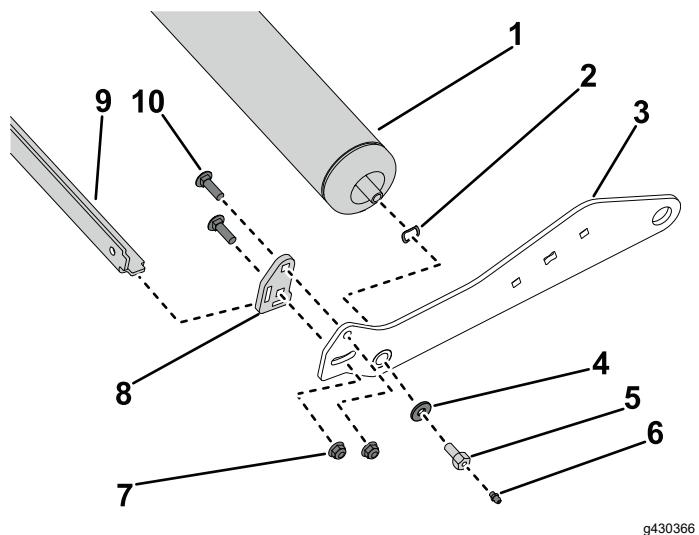

Figura 3
1. Inserite la rondella elastica su ciascuna estremità dell'albero del rullo (**Figura 3**).
2. Inserite un braccio rullo su ciascuna estremità dell'albero del rullo (**Figura 3**).
3. Fissate il braccio rullo ai 2 alberi dei rulli con la rondella rinforzata (solo lato destro) e le 2 viti dell'albero del rullo. Se non è stato già fatto, avvitate i 2 raccordi d'ingrassaggio sulle 2 viti dell'albero del rullo (**Figura 3**).
4. Inserite le linguette di montaggio del raschiarullo nelle fessure su ciascuno dei bracci raschiarullo (**Figura 3**).
5. Installate i bracci raschiarullo sui bracci rullo (**Figura 3**).
6. Fissate il braccio raschiarullo al braccio rullo di sinistra con 2 viti a testa tonda ($\frac{3}{8}$ ") e 2 dadi Nyloc ($\frac{3}{8}$ ") (**Figura 3**). Fate lo stesso sul braccio rullo di destra.